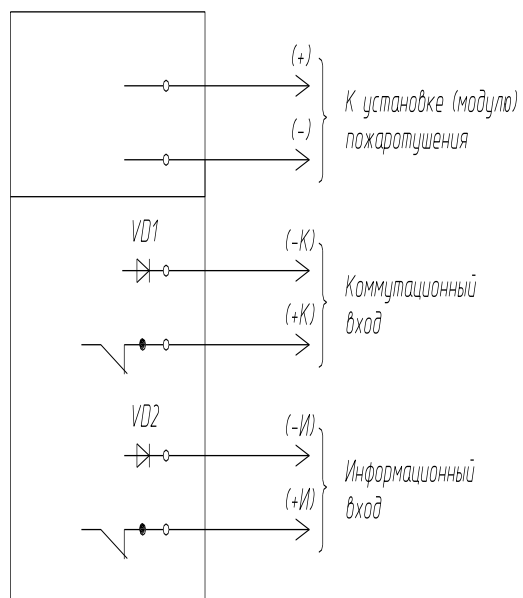

Рисунок 2. Схема электрическая подключения датчиков
4.1 Устройство датчиков защиты ДЗ приведено на рис. 1, схема электрическая подключения датчиков – на рис. 2.